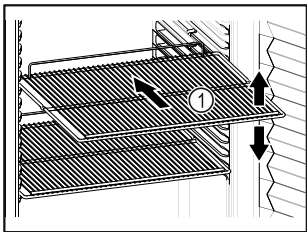

Fig. 84 Примерно изображение
- Ако стелажите за съхранение Fig. 84 (1) могат да се местят, регулирайте ги според височината.